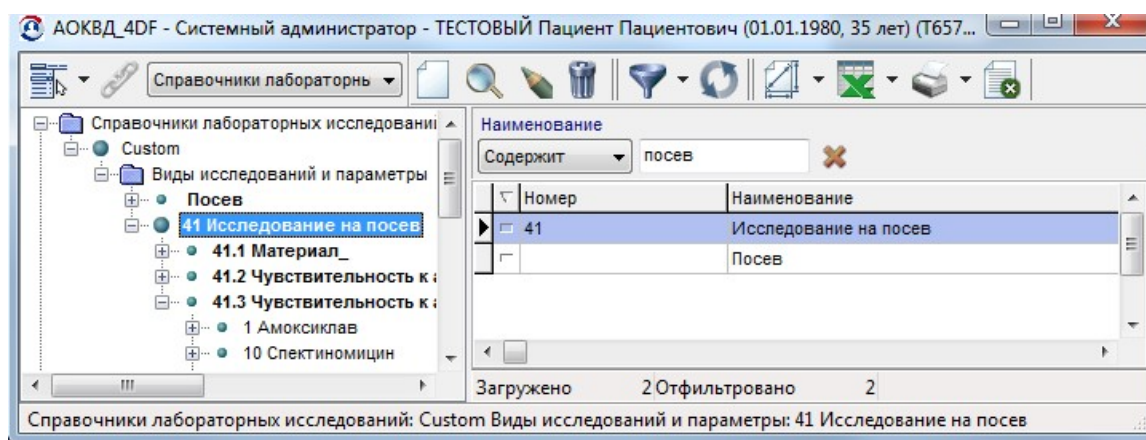

Рисунок 19.6. Внешние справочники. Виды исследований
4. Открыть пункт меню **Лаборатория / Внешние справочники**. Найти в справочнике лабораторных исследований вид исследования, соответствующий группе лабораторных исследований (рис. 19.6).